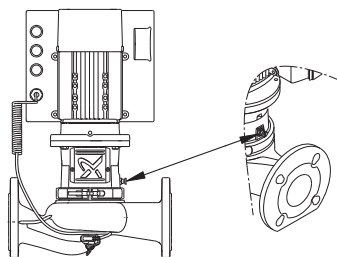

Рис. 28 Положение воздухоотводного винта
1. Перекройте запорный клапан со стороны выпуска насоса и отвинтите воздухоотводный винт в фанаре. См. рис. 28.
2. Открутите воздухоотводный винт. См. рис. 28.
3. При включении насоса выпускайте из него воздух, ослабляя воздухоотводный винт насоса, пока из выпускного отверстия не начнет поступать стабильным потоком рабочая жидкость. См. рис. 28.